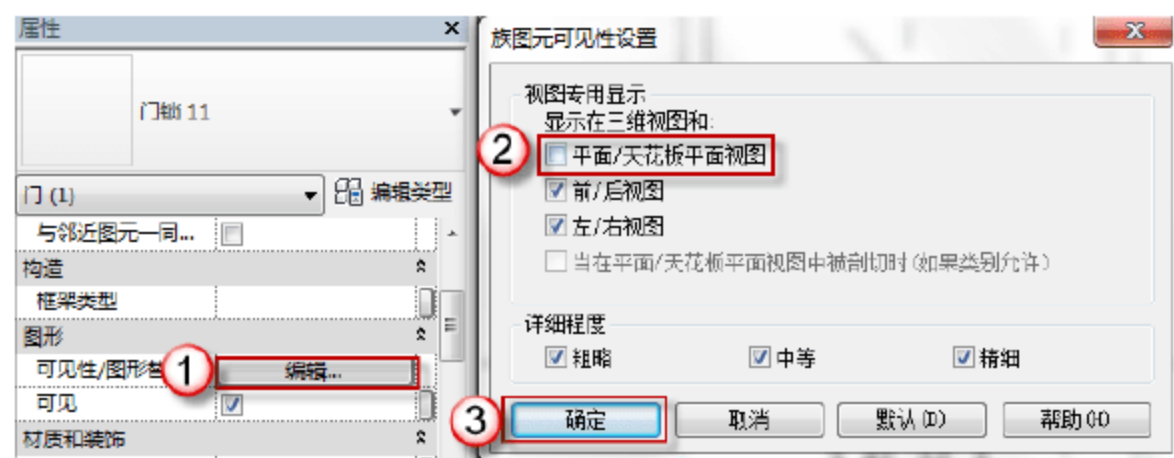

图 6.1.40 修改门锁的可见性
(36) 修改门锁的可见性。在门锁的“属性”面板中，单击“图形”栏“可见性/图形替换”后的“编辑”按钮，弹出“族图元可见性设置”对话框，取消“平面/天花板平面视图”复选框的选择，单击“确定”按钮，如图 6.1.40 所示。
(37) 绘制带百叶门 M0921 的平面轮廓线。选择“项目浏览器”中的“楼层平面”→